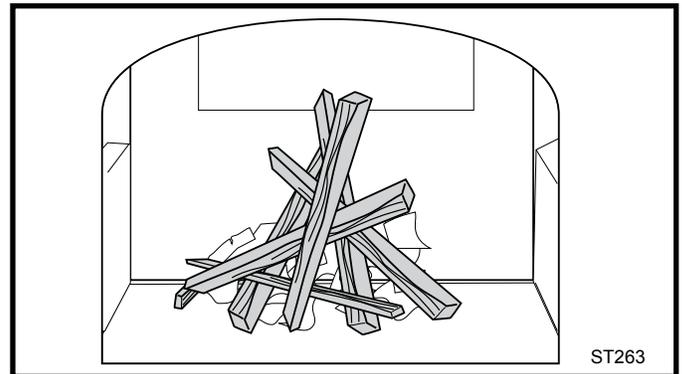

Fig. 37 Allumez le feu avec le papier et le bois d'allumage.
- Mettez plusieurs feuilles de papier chiffonnées dans le poêle. Placez sur le papier, six ou huit morceaux de bois d'allumage fin et sec. Sur cette couche de bois, rajoutez deux ou trois gros morceaux de bois sec d'environ 25 à 51 mm (1 à 2 po) d'épaisseur. (Fig. 37)